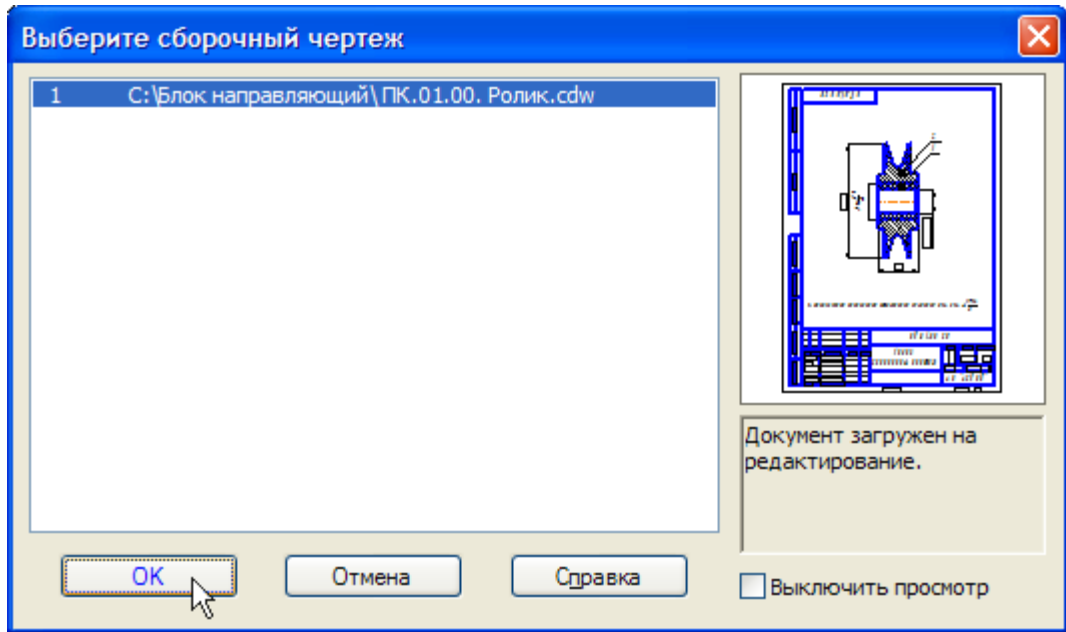

Рисунок 9.
- Подтвердите выбор сборочного чертежа (рис.9).